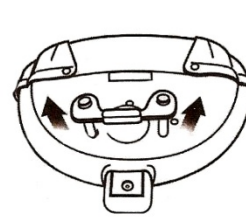

ABB. 1
- 1** Den Schlüssel einstecken. Beziehen Sie sich dazu auf das einfache Diagramm auf der vorderen Abdeckung Ihres AUTOLOCK Lenkradschlusses. Nachdem das Schloss entarretiert wurde, den Schlüssel abziehen und die Verriegelungsstange herausheben. Dann den Sicherungsarm aus gehärtetem Stahl in die vollständig ausgezogene Position bringen. Dabei sicherstellen, dass die Sicherungsstifte mit den Aufnahmebohrungen am Sicherungsarm aus gehärtetem Stahl ausgerichtet sind. **(ABB. 1)**